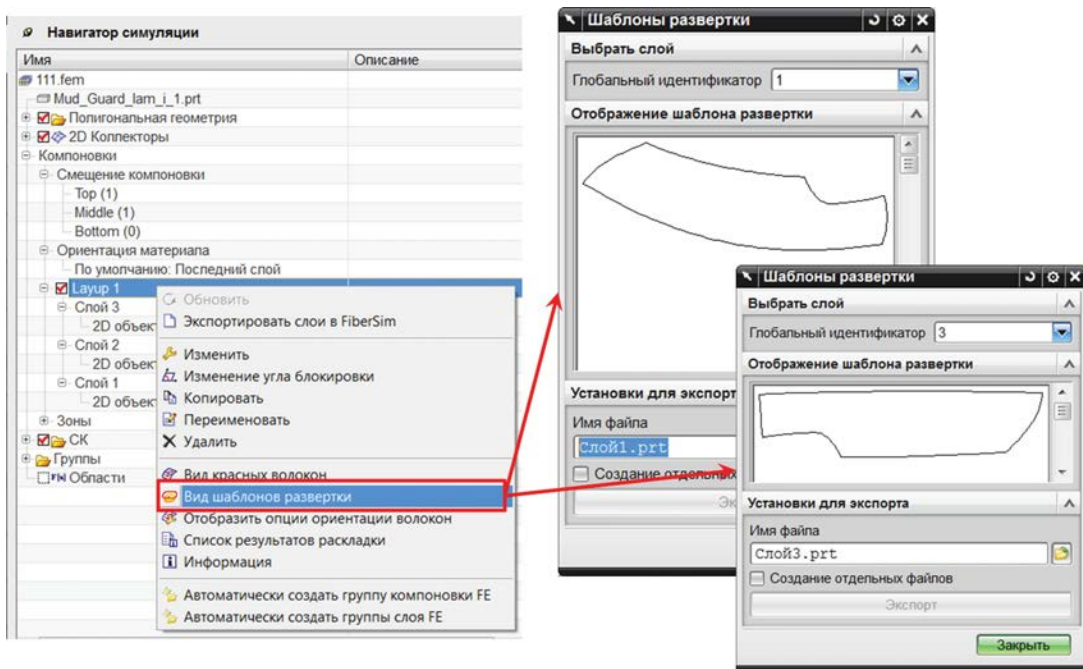

Рисунок 16. Создание разверток для каждого слоя
При работе с пакетом слоев и с самими глобальными слоями существуют дополнительные команды, которые вызываются нажатием правой клавиши мыши на соответствующий узел (рисунок 16):
- **Вид шаблонов развертки (View Flat Patterns)** для пакета слоев и **Вид шаблона развертки (View Flat Pattern)** для одного из слоев – получение разверток слоев как в графическом виде, так и в геометрическом формате (рисунок 16).